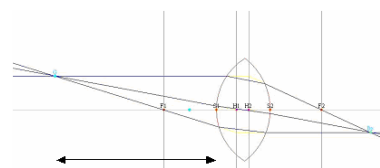

Abbildung 21: Arbeitsabstand
- Arbeitsabstand** Schwieriger ist es, den Objektabstand zu bestimmen. Speziell bei Linsensystemen ist die Lage der Hauptebene nicht ohne weiteres bekannt. Einfacher zu bestimmen ist der Arbeitsabstand (nicht zu verwechseln mit dem Arbeitsabstand bei induktiven Sensoren). Das ist der Abstand zur Vorderkante der Optik, der Abstand zwischen G und S1 in Abbildung 21.